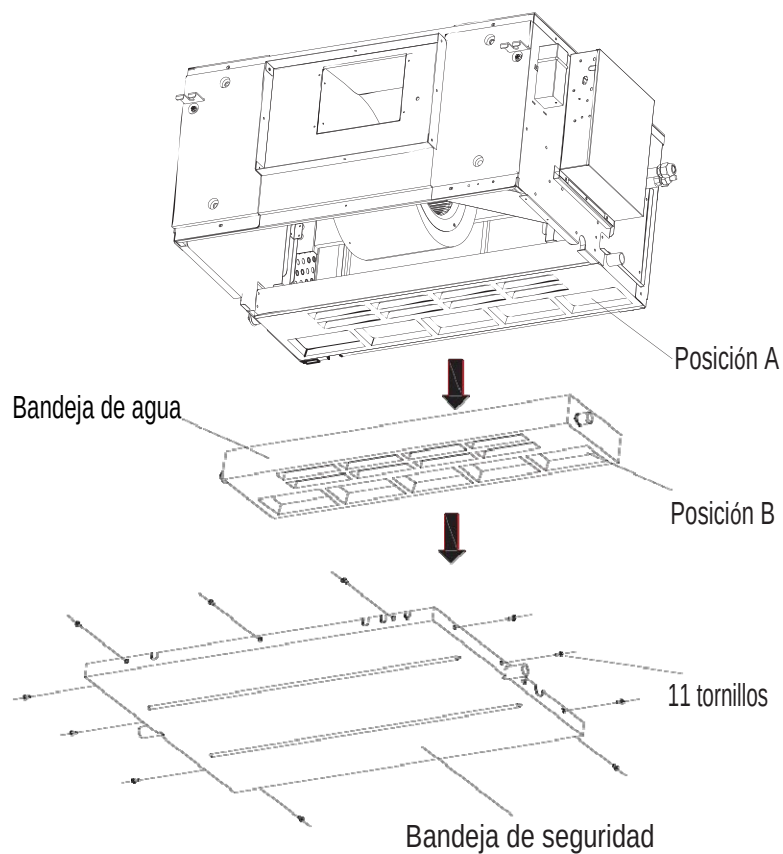

Fig.4-12
2. Extraiga la bandeja según indica el sentido de la flecha en la Fig. 4-12.